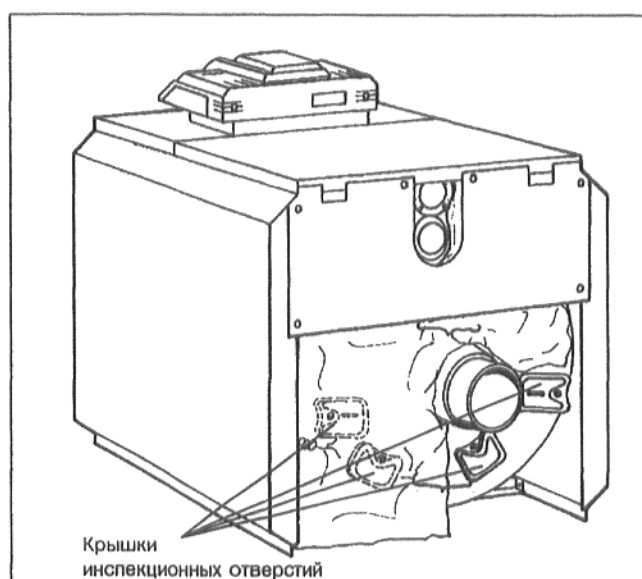

Рис. 46
- Ослабить зажимные пружины под патрубком отходящего газа, откинуть вверх обе части изоляционного элемента в соответствии с Рис. 46 и закрепить с помощью зажимной пружины.
- Снять крышку очистного отверстия на задней секции и коллекторе отходящего газа (Рис. 46).